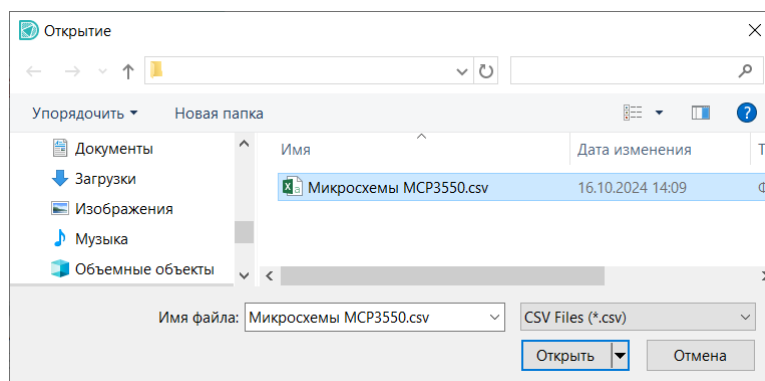

Рис. 317 Выбор csv-файла для импорта радиодеталей
2. С помощью окна проводника выберите csv-файл, из которого будут импортированы данные радиодеталей, см. Рис. 317.